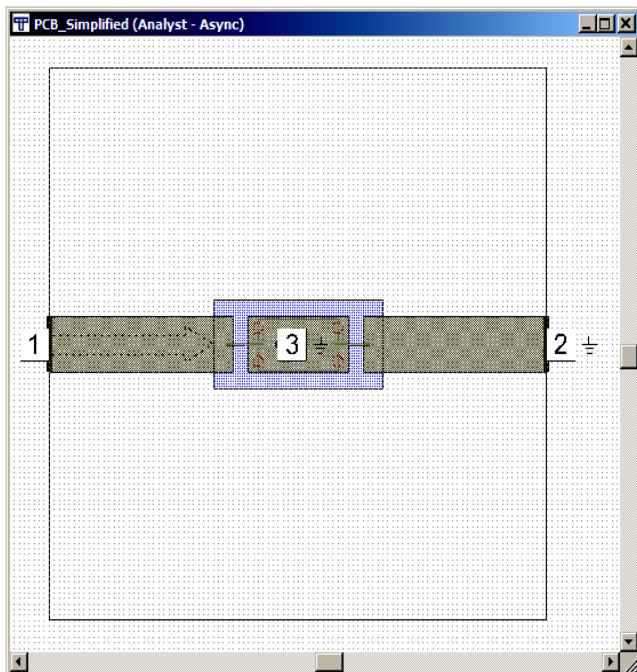

Рис. 85
6. Выберите в меню **View>View All**, чтобы отобразить всю ЕМ структуру (рис. 85).